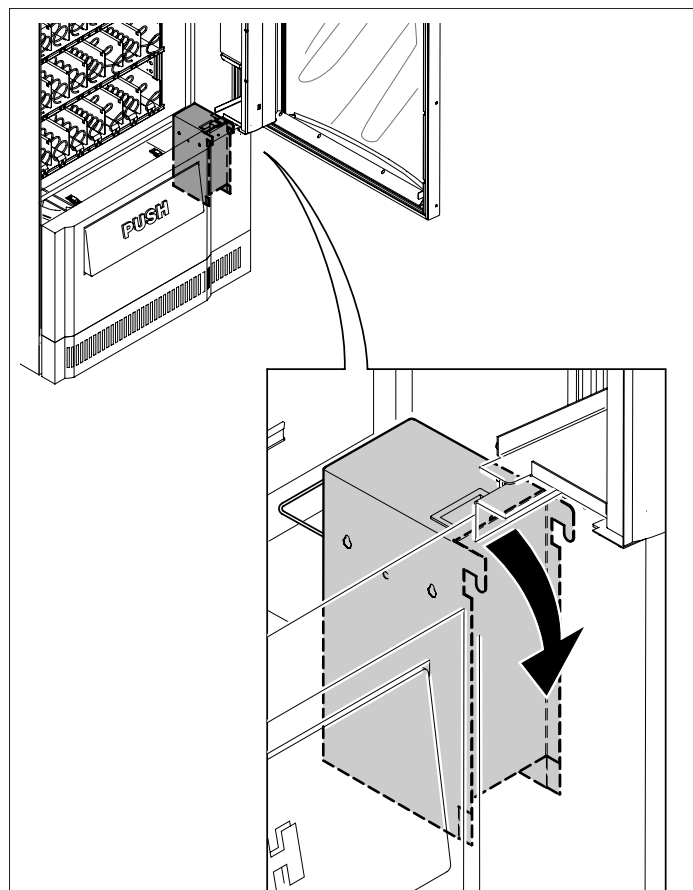

Fig. 6.22
- enganchar o dispositivo (Fig.6.22).